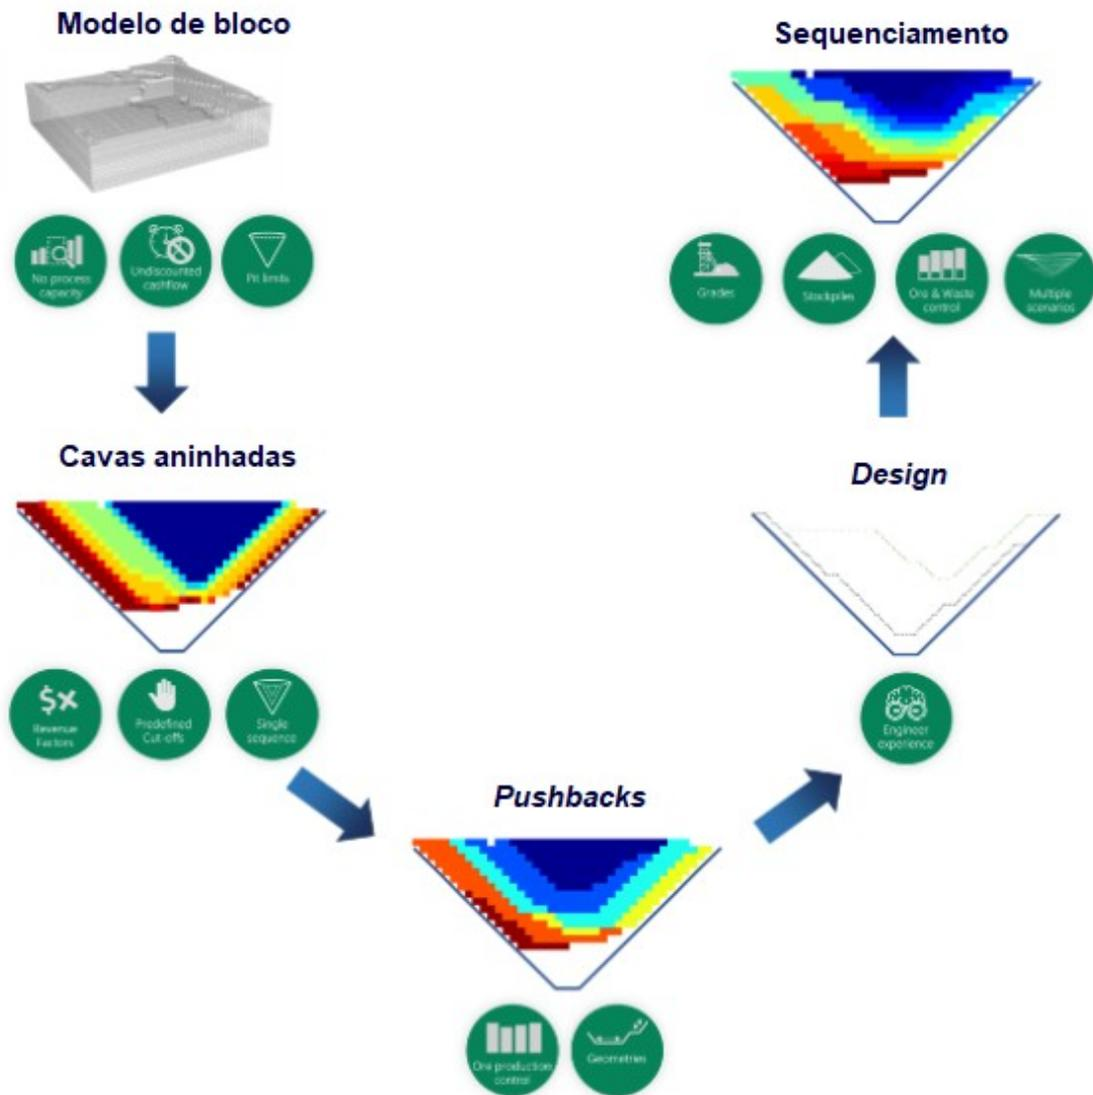

Figura 1: Processo do algoritmo de Lerchs-Grossmann ou Pseudoflow
Como mostra a Figura 1, o algoritmo Lerchs-Grossmann (LG) ou *Pseudoflow* visa inicialmente encontrar o limite final da cava que maximiza o fluxo de caixa não descontado para então focar na sequência de blocos dentro desse envelope da cava final. Ao restringir o problema e predefinir as entradas, esses atalhos (aproximações) ajudam a economizar tempo e recursos de computador, permitindo que tal *software* considere complexidades como requisitos de mistura de minério, diferentes rotas de processamento, política de estocagem e considerações sobre frota de caminhões, etc.